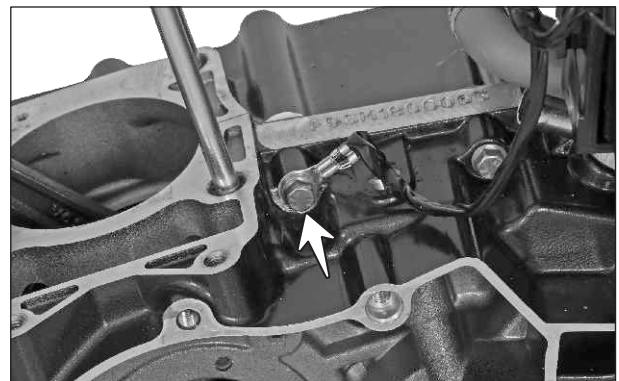

Fig. 3.118
- Retire el tornillo hexagonal (M6x45) y el cable de masa del cárter izquierdo. (Fig. 3.118)